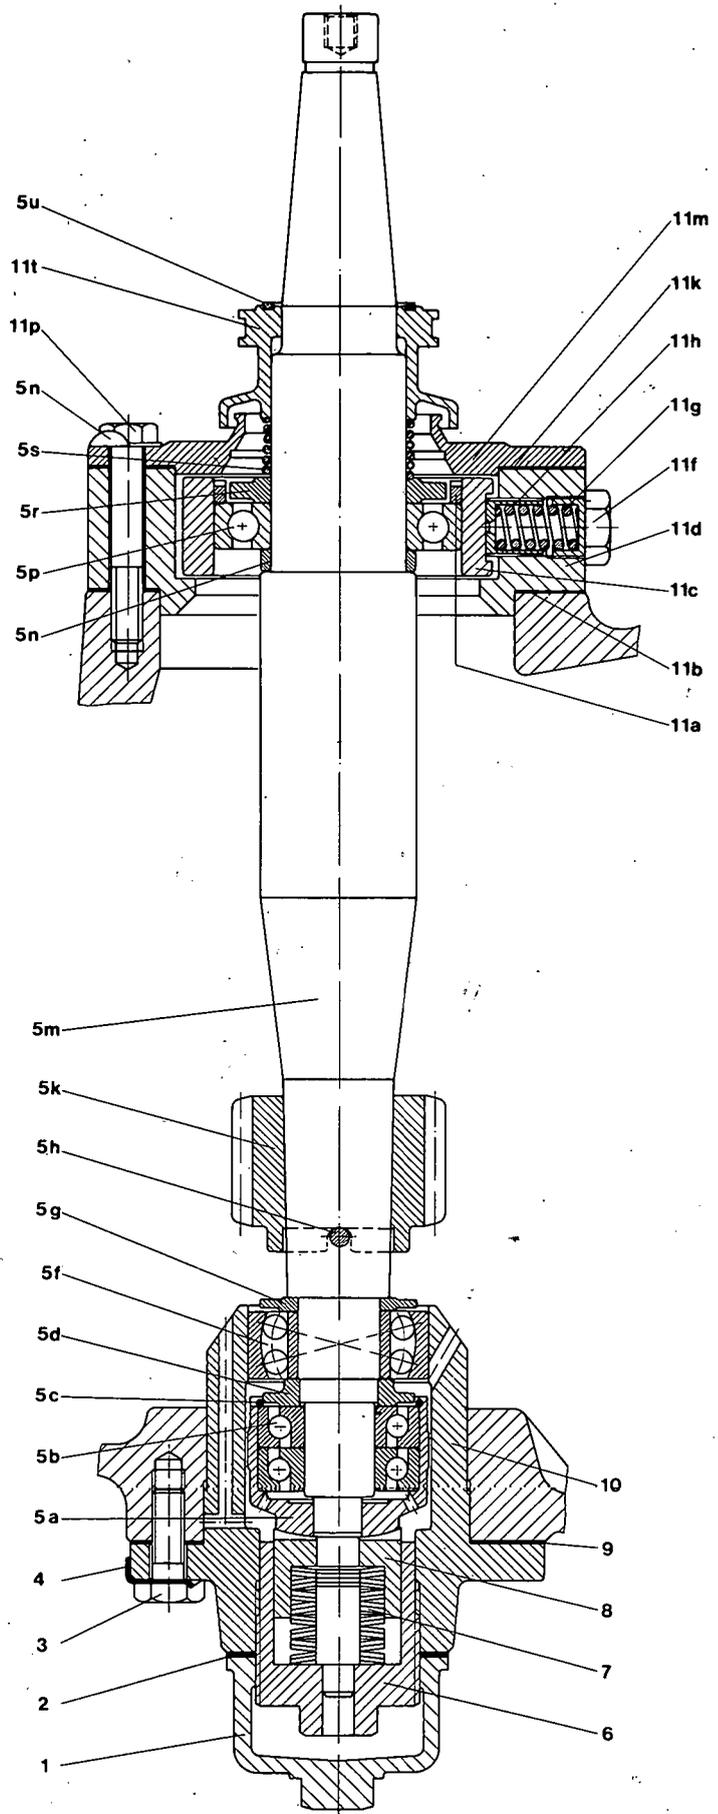

Bild 14
** Dieses Teil ist im Schraubenrad mit Klemmscheiben vollst. 10 enthalten, es kann aber auch einzeln geliefert werden. Bei Verschleiß des Schraubenrades empfiehlt es sich, gleichzeitig auch die Schnecke 5k (Bild 14) auszuwechseln (siehe 8.5, Pos. 4).